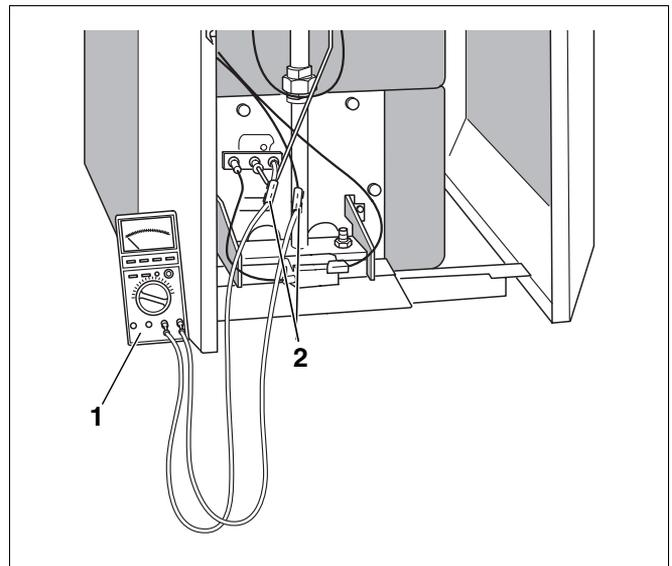

Abb. 41 Ionisationsstrom messen
- Messgerät (Abb. 41, **Pos. 1**) an den Kontakten der aufgetrennten Steckverbindung des Überwachungskabels (Abb. 41, **Pos. 2**) in Reihe anschließen.
- Am Messgerät (Abb. 41, **Pos. 1**) den  $\mu\text{A}$ -Gleichstrombereich wählen.
- Steckverbindung des Überwachungskabels (Abb. 41, Seite 40, **Pos. 2**) wieder zusammenstecken.